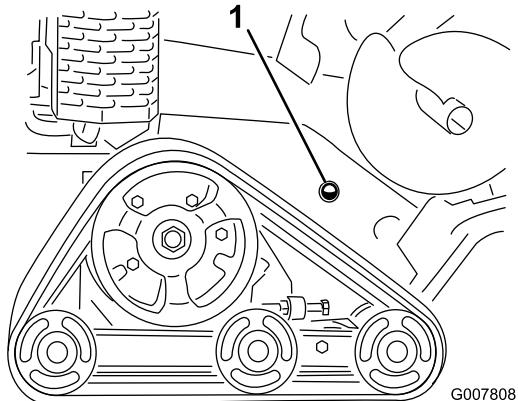

Figura 7
2. Compruebe el nivel del fluido hidráulico en la mirilla situada en la parte delantera del panel de la derecha (Figura 7).
- Añada fluido hidráulico del tipo especificado por el cuello de llenado hasta que el nivel de fluido cubra la mitad de la mirilla (Figura 7).